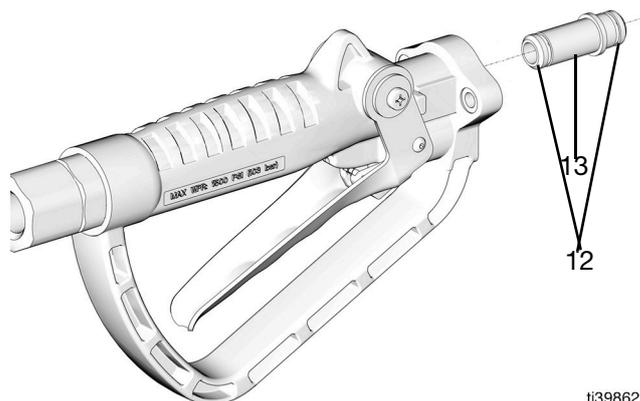

FIG. 34
9. Retire y deseche el tubo de conexión (13) y las juntas tóricas (12) del alojamiento de la válvula (27) o del alojamiento del medidor (10) (FIG. 34).
1. Instale las nuevas juntas tóricas (12) en el nuevo tubo de conexión (13), consulte la FIG. 34.
2. Lubrique las juntas tóricas del tubo de conexión (12), consulte la FIG. 34.